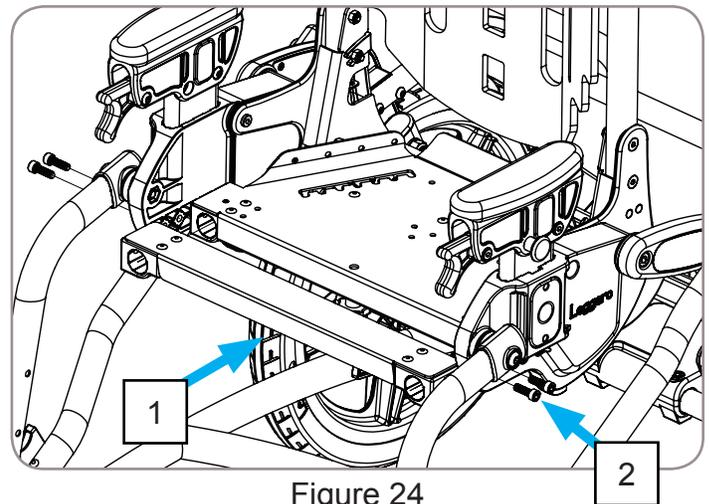

Figure 24
4. Installez l'extension de siège **1** en utilisant 4 boulons à tête creuse **2**. Clé hexagonale de 5mm requise. Consultez la figure 24.